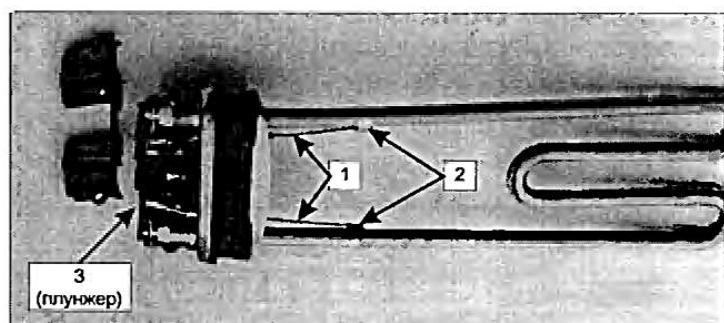

Рис. 8.1. Нагревательный элемент с системой защиты
Итак, на рис. 8.1 показан один из ТЭНов с системой защиты. Крышка корпуса, в которой установлен элемент защиты, для наглядности снята. Работает система защиты следующим образом: при перегреве растекается сплав, находящийся в торцах трубок (1). Внутри трубок находятся подпружиненные медные стержни — концы этих стержней фактически припаяны легкоплавким припоем к торцам трубок. Трубки закреплены хомутиками (2) из полосок стали. При перегреве один из стержней выталкивается пружиной и — через керамический плунжер (3) — размыкает контакты питания. В данном ТЭНе система защиты дублирована, чаще встречаются конструкции, в которых только одна ступень защиты. Восстановить работоспособность такой конструкции очень легко: после очистки ТЭНа от накипи корпус защиты разбирают, предварительно расверлив пластмассовые заклепки. В сработав-